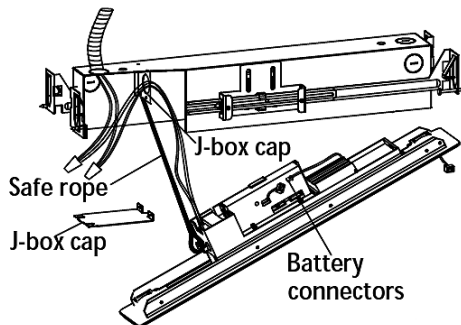

Figure 4
8. Peel off protection film from EXIT panel, connect light bar connector, and assemble panel module to trim plate. See Figure 4.
8. Retirez le film de protection du panneau EXIT, connectez le connecteur de la barre lumineuse et fixez le module du panneau à la plaque de finition. Voir la Figure 4.